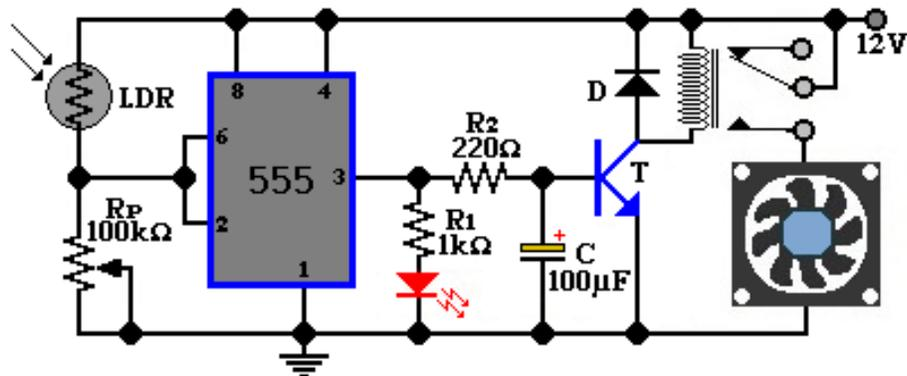

Figura 4.1
2. Diga con sus palabras el funcionamiento del circuito de la figura 4.1, éste deberá ser entregado al profesor del laboratorio al inicio del mismo.
1. Arme el circuito de la figura 4.1, (coloque la fotocelda en un tubo oscuro).
2. Explique el funcionamiento del divisor de voltaje del LDR y potenciómetro en el circuito de la figura 4.1.
3. Explique el funcionamiento del transistor y el capacitor de la figura 4.1.